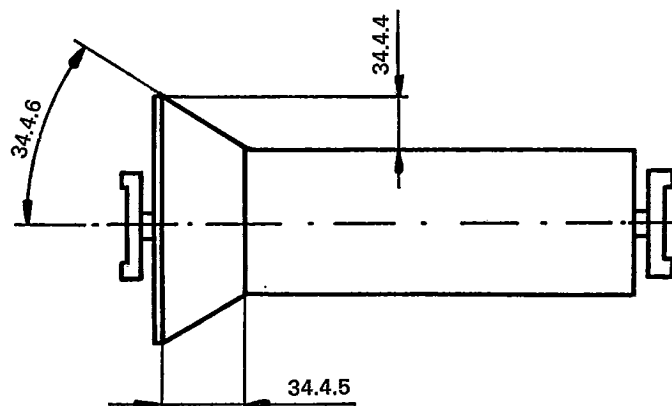

FIGURE 9 / ФИГУРА 9
34.4 warping cone (see figure 9): Part of the warping drum or reel which supports the first section of the warp.
cône du tambour (voir figure 9): Partie du tambour qui supporte la première section de la chaîne.
34.4.4 height of cone (see figure 9): Useful height from the drum surface to the greatest height of the yarn wound, measured at right-angles to the surface of the warping drum or reel.
hauteur du cône (voir figure 9): Distance radiale disponible de la surface cylindrique du tambour jusqu'au plus grand diamètre de fil enroulé, et mesurée à angle droit avec la surface cylindrique du tambour.
34.4.5 cone length (see figure 9): Useful length for the winding of a section of warp, measured axially along the warping drum or reel.
longueur du cône (voir figure 9): Longueur disponible pour l'enroulement d'une section de chaîne, et mesurée suivant l'axe du tambour.
34.4.6 cone angle (see figure 9): Angle determined by the height and length of the cone.
angle du cône (voir figure 9): Angle déterminé par la hauteur et la longueur du cône.